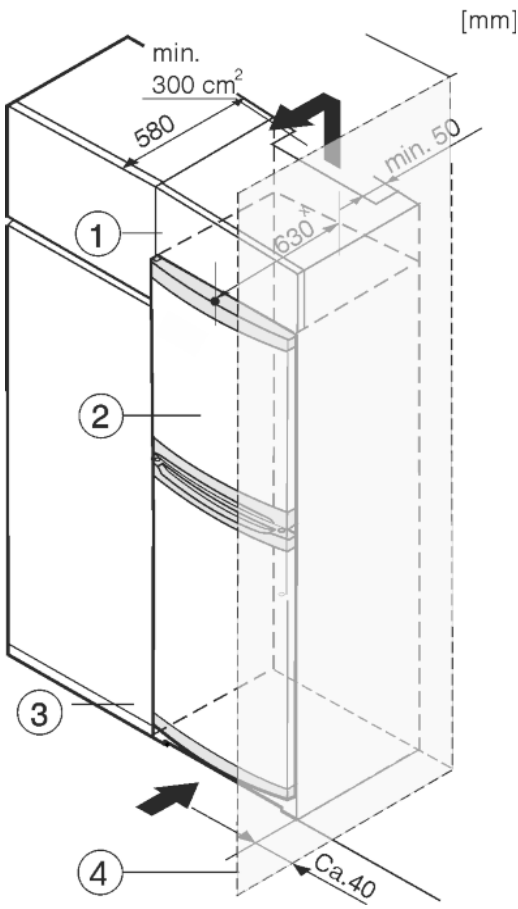

Fig. 8
- (1) yläkaappi (3) keittiökaappi
(2) laite (4) seinä
Laite voidaan asentaa kalustekaappiin. Jotta korkeus *Fig. 8 (2)* saadaan yhdenmukaiseksi kaapistojen kanssa, laitteen päälle voi asentaa lisäkaapin *Fig. 8 (1)*.
Asennettaessa keittiökaapistoon (syvyys enintään 580 mm) laite voidaan sijoittaa aivan keittiökaapin *Fig. 8 (3)* viereen. Laite on sivuulta 34 mm x ja laitteen keskikohdasta 50 mm x edempänä keittiökaapin etuosaa.
Jos laite sijoitetaan oven saranapuoli suoraan seinään *Fig. 8 (4)* päin, on laitteen ja seinän väliin jätettävä vähintään 40 mm vapaa tila. Tämä vastaa kädensijan syvyyttä oven ollessa auki.